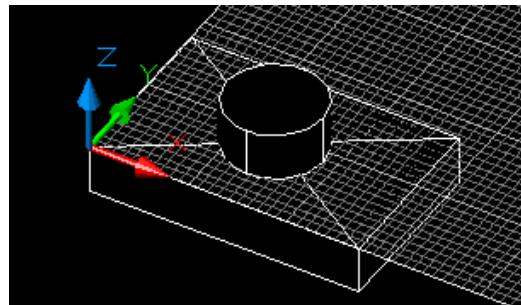

Рис. 7.11. Построение цилиндра
4) при помощи команды Extrude (кнопка  панели Solids) выдавливаем цилиндр (рис. 7.11):